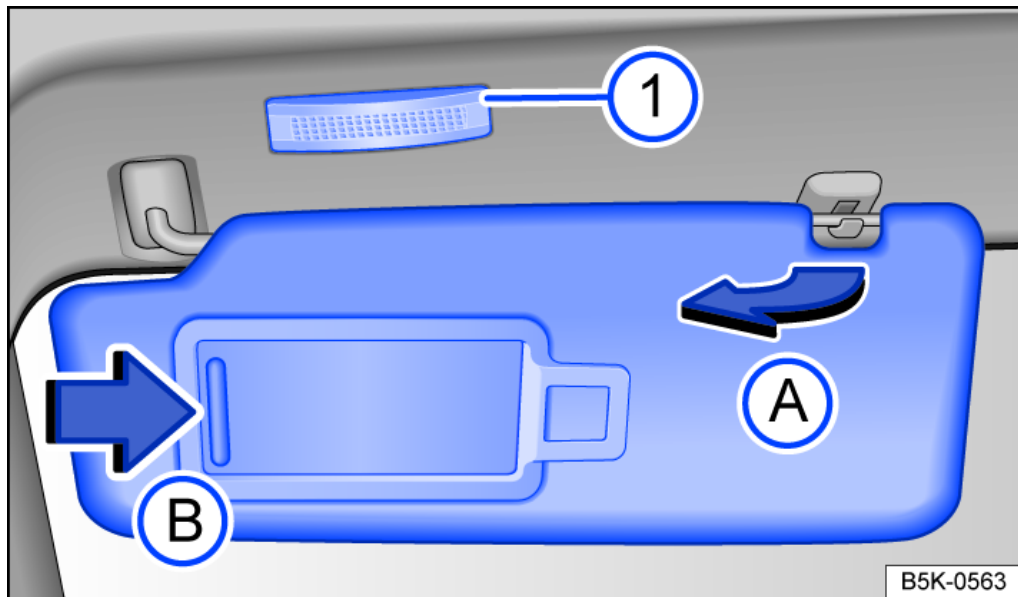

Abb. 1 Im Dachhimmel vorn: Sonnenblende.
— Aus der Halterung herausziehen und zur Tür schwenken → Abb. 1 (A).